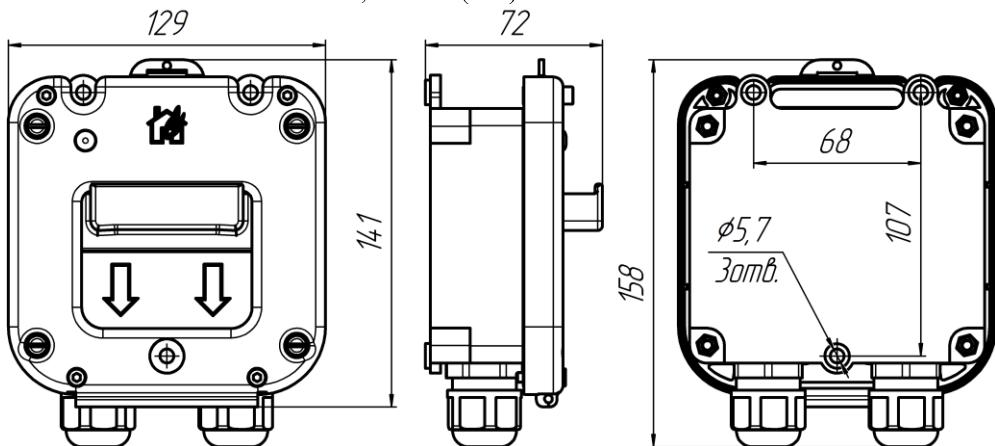
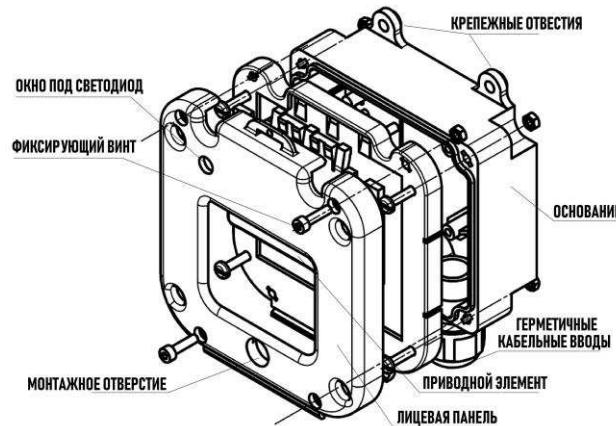

Рис.3. Габаритные размеры извещателя
Рис.1. Элементы конструкции извещателя
2.5. Конструктивно извещатель состоит из пластикового корпуса, основание которого с электронным блоком закрепляются на стене помещения. Затем лицевая панель с приводным элементом шурупами крепится к основанию. Корпус извещателя, по требованию заказчика, может быть оборудован герметичными пластиковыми кабельными вводами для подведения проводников диаметром от 6 до 14мм или от 11 до 18мм, герметичными вводами МКВ (см. таблицу) из нержавеющей стали марки 12Х18Н10Т, предназначенными для различных вариантов прокладки кабеля количеством 2 шт. Элементы конструкции извещателя показаны на рис.1. Габаритные размеры извещателя показаны на рис.3.